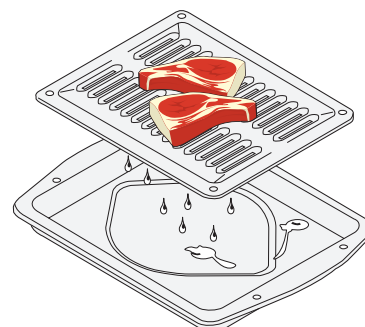

Fig.1 (certains modèles)
Le système de cuisson Quick Convection fait circuler l'air à l'intérieur du four à l'aide d'un ventilateur, de façon uniforme et continue. La distribution de chaleur étant ainsi améliorée, la nourriture cuit et brunit plus rapidement et de façon plus uniforme. Vous obtenez également de meilleurs résultats de cuisson lorsque vous utilisez deux grilles en même temps (fig. 1).
5. Placez la grille dans la lèchefrite (le cas échéant), puis placez la nourriture sur la grille (le cas échéant; fig. 1).